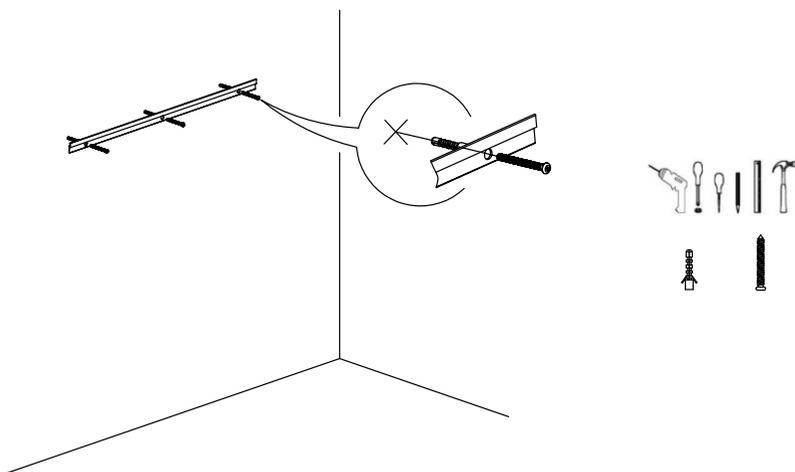

Fig. 2
- 1.4 Schlagen Sie die Dehnstopfen mit einem Hammer in die Löcher in der Wand, ziehen Sie dann die Schrauben mit einem Schraubendreher fest, um die Stange zu befestigen, und kalibrieren Sie die Wasserwaage mit einer Wasserwaage (Fig.2).